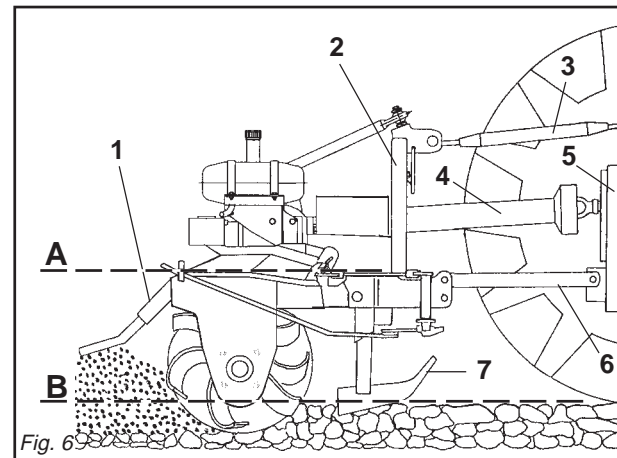

Fig. 6
- 4 - Collegare il terzo punto superiore ed effettuare una corretta regolazione con il tirante di regolazione (3 Fig. 6) verificando che il piano superiore della zappatrice (A Fig. 6) risulti parallelo al piano terra (B Fig. 6). Ciò è molto importante allo scopo di ottenere il parallelismo tra l'asse della zappatrice e quello della presa di forza del trattore. Operare in queste condizioni significa limitare le sollecitazioni sulla presa di forza stessa e prolungare la durata dell'albero cardanico e della zappatrice stessa.
- 4 - Connect the upper third-point and correctly regulate by means of the adjuster (3 Fig. 6), checking that the upper surface of the steerage hoe (A Fig. 6) is parallel to the ground (B Fig. 6). *This is very important since it achieves parallelism between the axis of the steerage hoe and that of the tractor pto. When the implement operates in these conditions, there will be less stress on the pto itself while the cardan shaft and implement will be much less subject to wear.*
- 4- Den oberen Kupplungspunkt anschließen und den oberen Lenker (3 Abb. 6) korrekt einstellen. Sicherstellen, daß die obere Haubenkante der Hackfräse (A Abb. 6) parallel zum Boden (B Abb. 6) steht. Das ist sehr wichtig, um die Parallelität zwischen der Achse der Hackfräse und der der Schlepper-Zapfwelle zu erhalten. Wenn diese Parallelität gegeben ist, wird die Zapfwelle weniger belastet und das Leben von Gelenkwelle und Gerät wird verlängert.
- 4- Reliez le troisième point supérieur et réglez correctement à l'aide du tirant (3 Fig. 6). Assurez-vous que le plan supérieur de la houe rotative (A Fig. 6) soit pratiquement parallèle au terrain (B Fig. 6). *Ceci est très important en vue d'obtenir le parallélisme entre l'axe de la houe et celui de la prise de force du tracteur. Travailler dans ces conditions signifie limiter les sollicitations sur la prise de force et prolonger la durée de l'arbre à cardans, mais aussi de la machine.*
- 4 - Conectar el tercer punto superior y efectuar una correcta regulación con el tirante de regulación (3 Fig. 6) controlando que el plano superior de la binadora (A Fig. 6) resulte paralelo al plano al nivel del suelo (B Fig. 6). Esto es muy importante para obtener paralelismo entre el eje de la binadora y el eje de la toma de fuerza del tractor. Esto permite limitar los esfuerzos sobre la toma de fuerza misma y hacer durar el árbol cardánico y la máquina misma.